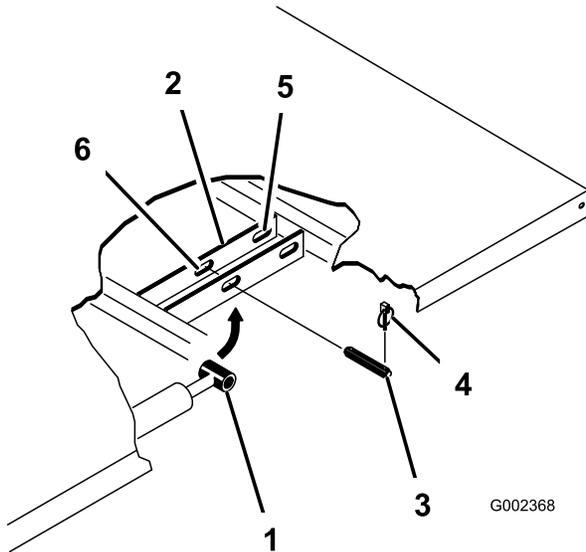

Figura 33
3. Retire los pasadores de seguridad de los extremos exteriores de los pasadores de las varillas de los cilindros (Figura 33).
4. Retire los pasadores que fijan las rótulas de las varillas de los cilindros a las chapas de montaje de la plataforma empujando los pasadores hacia dentro (Figura 33).
5. Retire los pasadores de seguridad y los pasadores que fijan las placas de giro a los perfiles del bastidor (Figura 33).